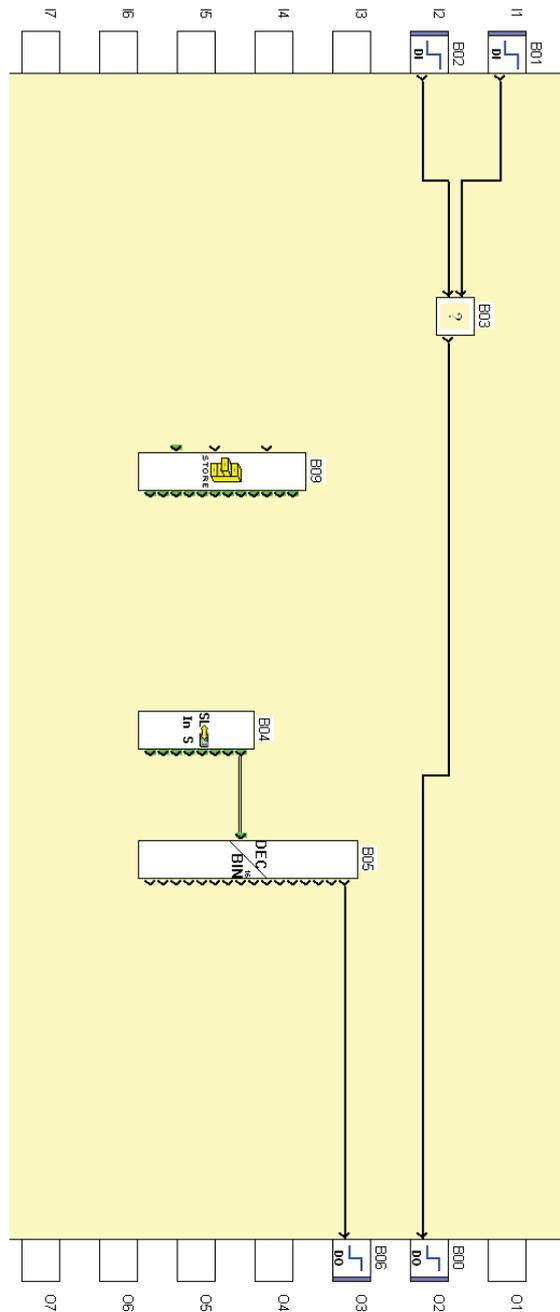
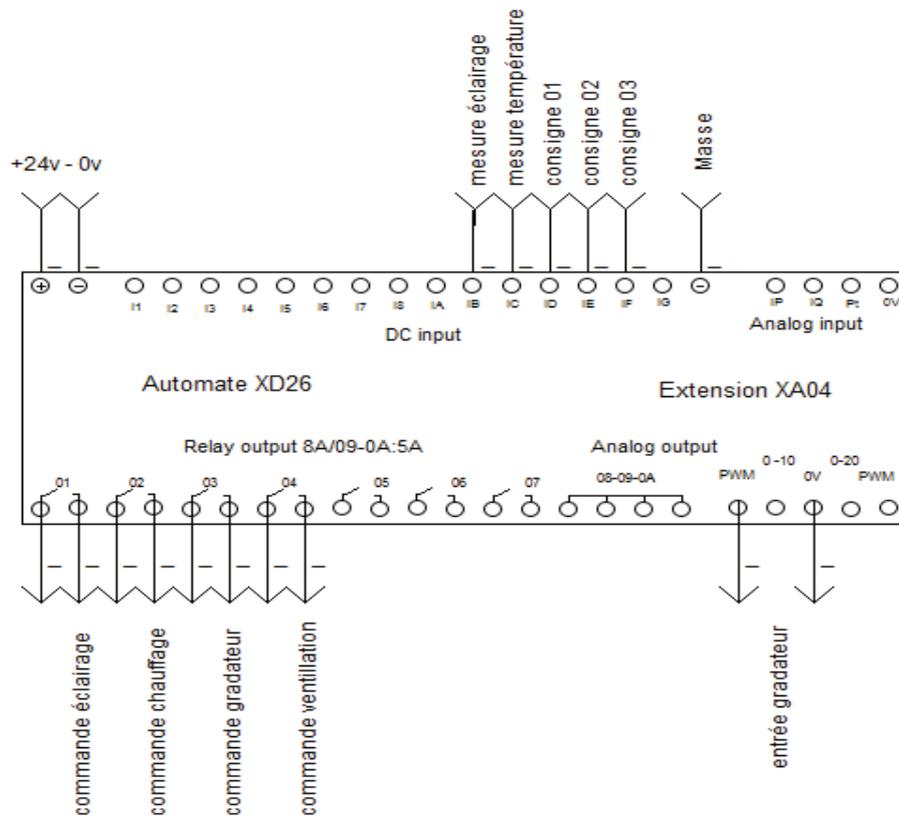

Figure 1
Figure 2
Considérez le programme FBD suivant (figure 1) :
Ce programme, tel qu'il est, est sensé allumer la lampe de la boîte 'éclairage' de la maquette de domotique, et est associé à l'automate dont le schéma de câblage est présenté en figure 2. Le programme doit aussi allumer la lampe de la partie 'chauffage'.
1. Le programme de la figure 1 est-il de type 'instruction list' ou 'functional block diagram' ? Il existe une erreur dans le programme. Quelle est-elle ?
L'élément SL 'IN S' de la figure 1 est une entrée liaison série RS 232. On suppose qu'elle est connectée à l'automate par une extension qui n'est pas représentée sur la figure 2. Une autre extension, la 'XN05', est aussi présente, mais non représentée sur la figure 2.